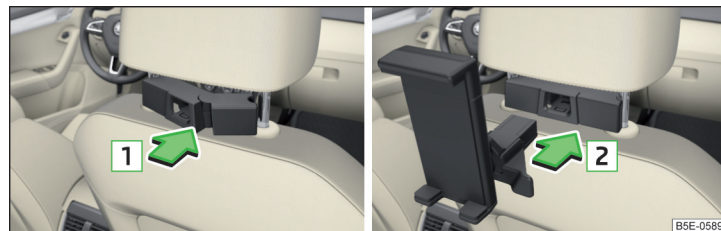

Fig. 102 Introducerea: adaptor / suport
- Pentru **introducere**, așezați adaptorul desfăcut pe tijele de ghidare ale tetierei din față și clipsați-l în sensul săgeții **1** » fig. 102 » !.